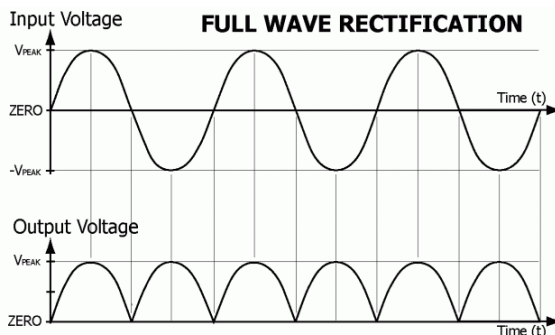

FIGURA 14 – CONVERSÃO DE CA EM CC EM UM RETIFICADOR DE ONDA COMPLETA.
Uma aplicação bastante difundida em circuitos é a ponte de diodos, uma estrutura desenvolvida com quatro diodos retificadores comuns. Sua função é promover a retificação de onda completa de corrente alternada (CA) convertendo-a em corrente contínua (CC). O arranjo de diodos faz com que haja um rebatimento do semiciclo negativo da CA, com representado na figura 14.